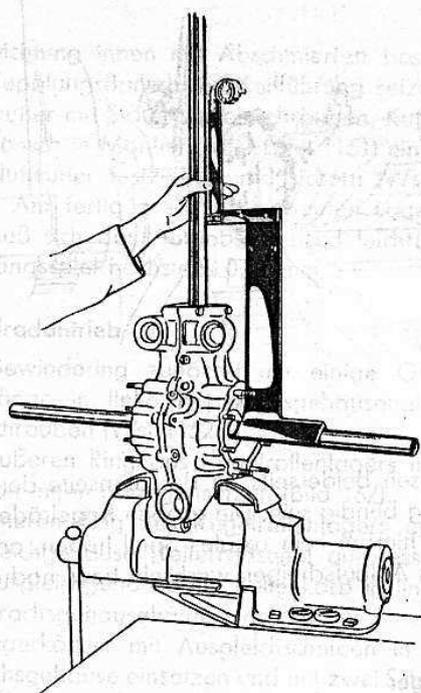

Bild 161
4. Mit Winkelgerät die Bohrfluchten kontrollieren (zulässige Abweichung: 0,05—0,07 mm) (Bild 161 und 162).